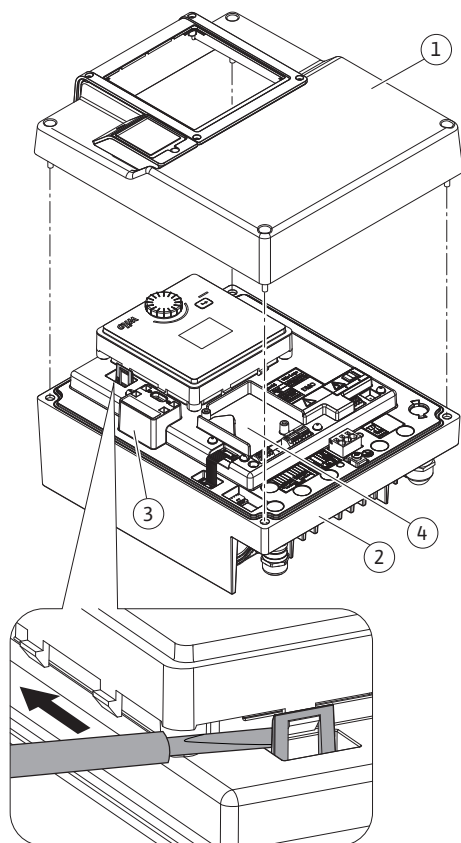

Fig. 26: Elektronikmodul
CIF-moduler (tillbehör) används för kommunikation mellan pumpar och fastighetsautomation. CIF-moduler sätts på i elektronikmodulen (Fig. 26, pos. 4).